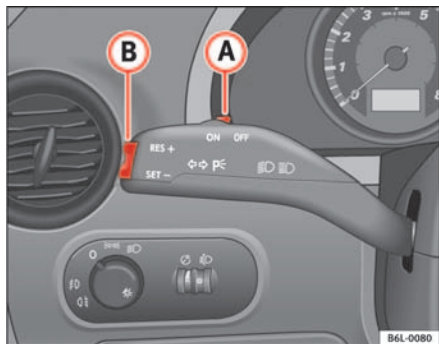

Fig. 101 Palanca de intermitentes y de luz de carretera: mando y tecla basculante para el regulador de velocidad
- Cuando se haya alcanzado la velocidad que se quiere programar, pulse brevemente la parte inferior de la tecla basculante **SET** ⇒ fig. 101 **A** una vez.